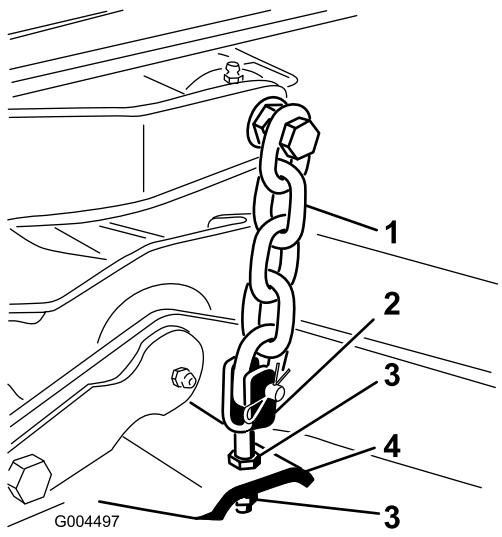

図 5
8. デッキのヨーク/チェーンをデッキに固定しているジャムナットを調整してデッキを水平にする（図 5）。
7. ブレードのピッチが 8-11mm になるように、後のヨーク/チェーンを固定しているジャムナット（図 5）で剪り込みデッキ後部の高さを調整する。